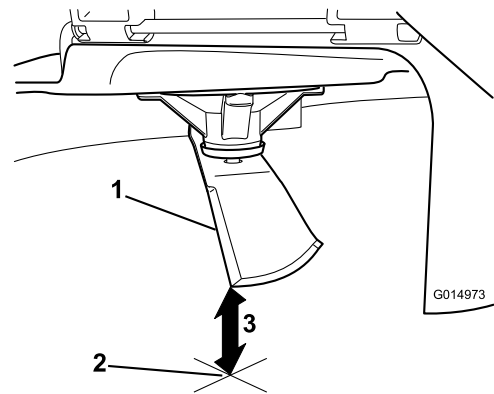

Figura 102
3. Meça da ponta da lâmina até à superfície plana (Figura 102).